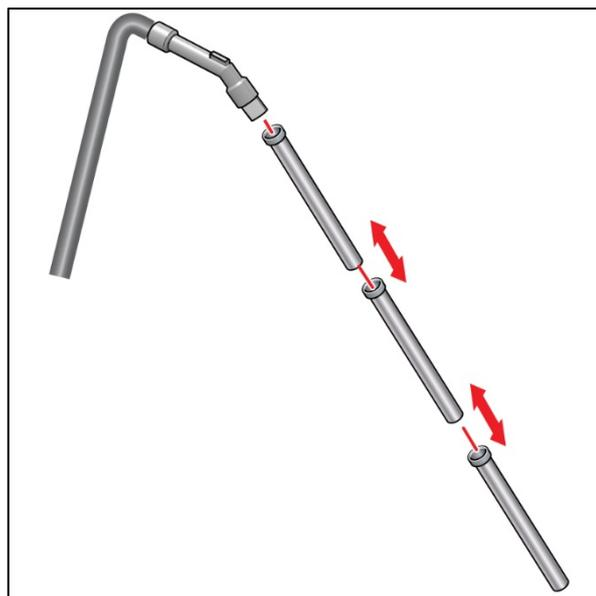

Figure 16
1. Ajoutez ou retirez une partie du manche (Figure 16, pos. 1) pour ajuster la longueur.